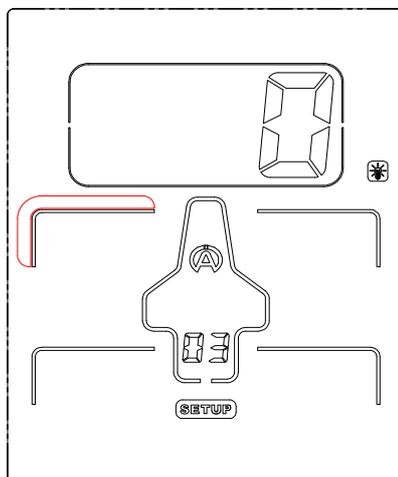

Figura 13
- 2) Il pneumatico anteriore sinistro appare per primo lampeggiando (*figura 13*)